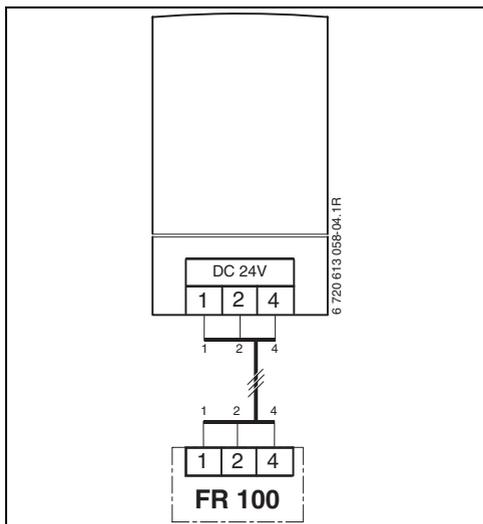

Bild 11 FR 100 über die analoge 1-2-4-Schnittstelle angeschlossen.
- Elektrischen Anschluss ausführen (→ Bild 11 auf Seite 17 oder 9 auf Seite 16).